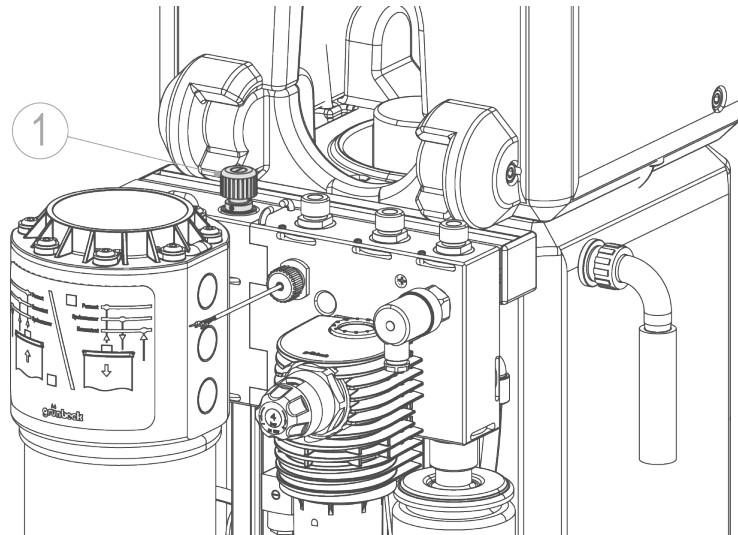

Abb. F-4: Hydromodul
- Konzentratfluss am Nadelventil Konzentrat (siehe Abb. F-4, Pos 1) einstellen